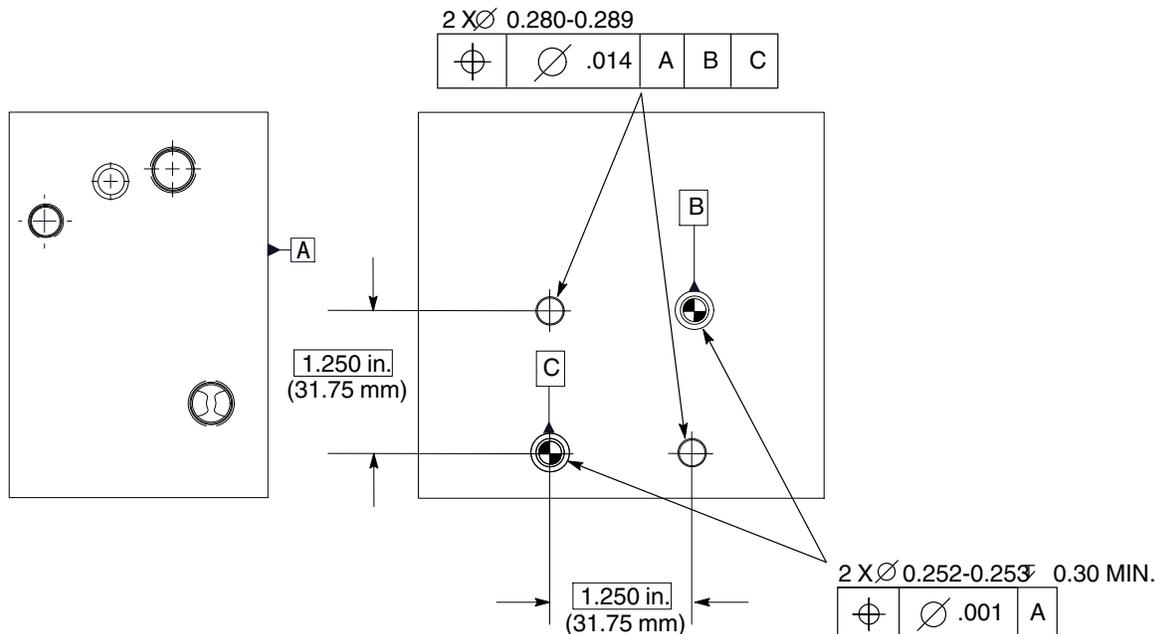

Figura 4 Montaje independiente
1. Ver la figura 4 para las especificaciones sobre cómo montar la válvula de aplicación en una superficie de montaje.